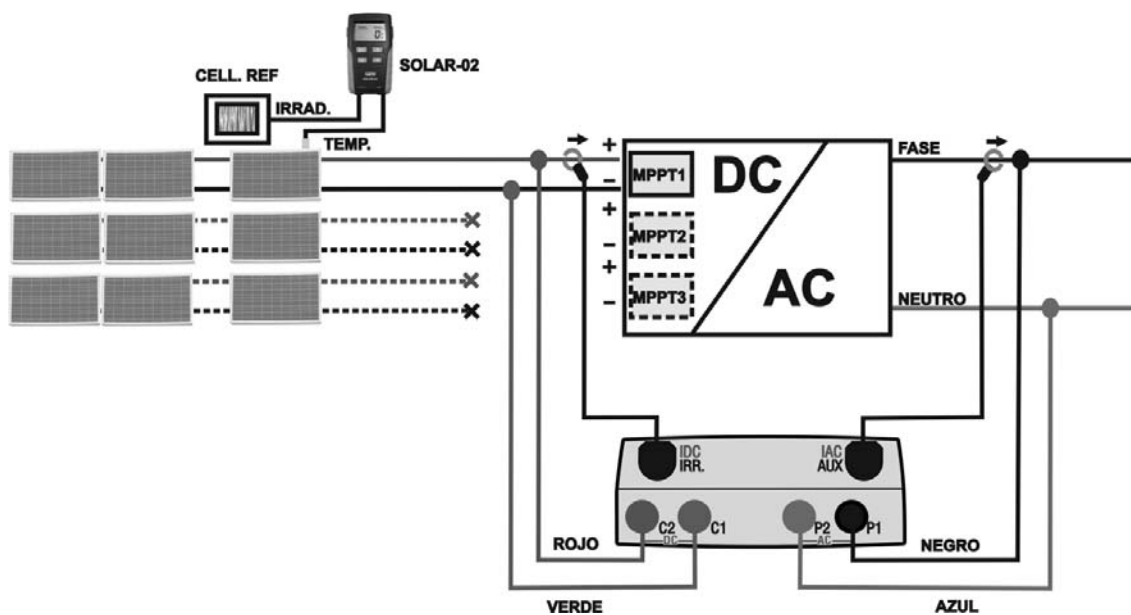

Fig. 4: Conexión del instrumento para conexión sobre instalaciones FV Monofásicas
5. En el caso de inversor dotado de más de un seguidor de potencia (MPPT) **deje conectado sólo el string correspondiente al primer MPPT** colores como muestra la Fig. 4. Será necesario repetir las operaciones de seguimiento indicadas dejando conectada sólo el string conectado al segundo MPPT, al tercero , etc.
8. Conecte las entradas **C2** y **C1**, respectivamente, a la salida positiva y negativa del string respetando la polaridad. Conecte las entradas **P1** y **P2**, respectivamente a los conductores de Fase y Neutro respetando la polaridad y los colores indicados en Fig. 4.
10. Conecte la pinza de corriente CC sobre el conductor positivo de salida del grupo de módulos **respetando el sentido de la flecha** presente sobre la misma pinza como indica la Fig. 4. Posicione la pinza lo más lejos posible del inversor y evite que el toroidal esté en proximidad con el conductor negativo
11. Conecte la pinza CA sobre el conductor de Fase L1 **respetando el sentido de la flecha** presente sobre la misma pinza como indica la Fig. 4. Posicione la pinza lo más lejos posible del inversor y evite que el toroidal esté en proximidad con el conductor Neutro. Conecte la salida de la pinza a la entrada **IAC** del instrumento